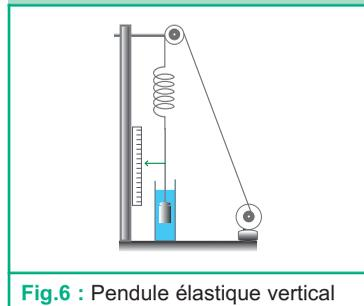

Fig.6 : Pendule élastique vertical
La manipulation précédente peut être réalisée avec un pendule élastique vertical, l'amortissement varie selon que le solide (S) oscille dans l'air ou dans un liquide avec ou sans rondelle (Fig.6).